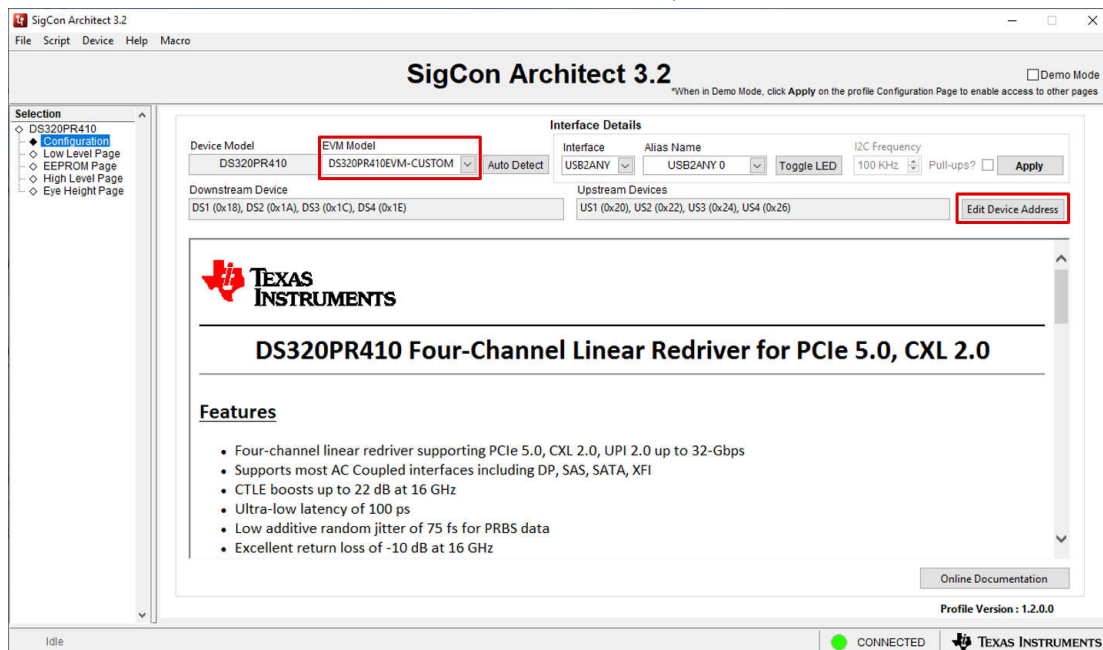

图 2-4. DS320PR410EVM-CUSTOM 配置
5. 默认情况下, GUI 被配置为与包含 8 个 DS320PR410 器件 (4 个下行、4 个上行) 的 DS320PR410-RSC-EVM 评估模块进行通信。但是, DS320PR410 GUI 还能够支持 1 至 16 个 DS320PR410 器件, 方法是使用 **EVM Model** 下拉菜单选择 **DS320PR410EVM-CUSTOM** 模型, 如图 2-4 所示。